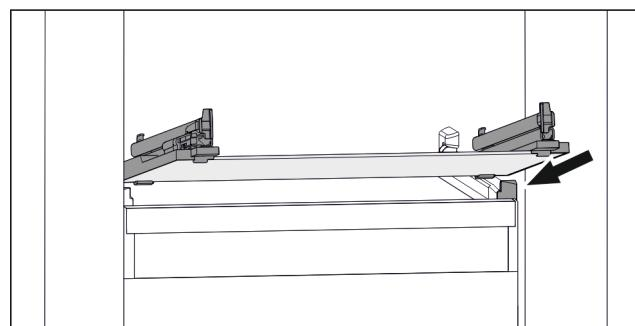

Fig. 51 Приближене відображення скляної пластини
- Встановити скляну пластину за стопорами навскоси. (див. Fig. 51)